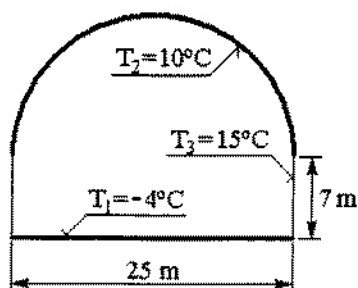
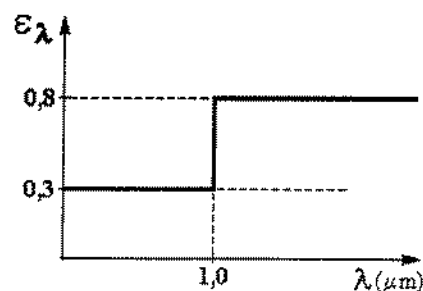

Figura 2a
Figura 2b
2. Considere uma pista de patinagem sobre o gelo circular com uma cúpula hemisférica, de 25 m de diâmetro, conforme representado na figura 2a. Todas as superfícies são cinzentas e difusas, com uma emissividade espectral que se representa na figura 2b.
- a) Calcule todos os factores de forma entre as três superfícies representadas na figura 2a.